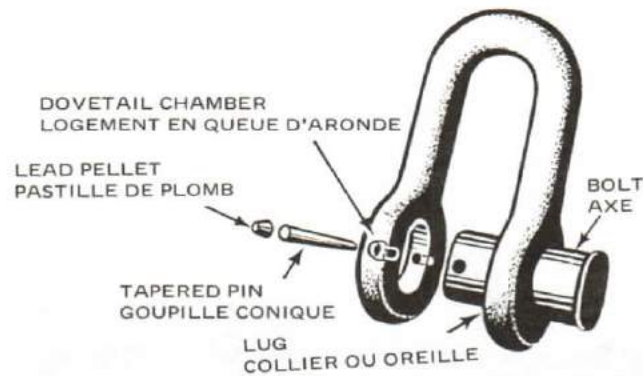

Figure 11-62
13. The lugged joining shackle is a large straight shackle whose bolt is secured by a tapered pin and lead pellet. See Figure 11-62. This pin fits into a tapered hole drilled through the bolt and one lug of the shackle. When the pin is right home a small recess called the "dovetail chamber" is left clear above the head of the pin. A tapered lead pellet is inserted, large end first, into this chamber and hammered in, thereby keeping the pin in place.
13. La manille d'assemblage à oreilles est une grande manille droite dont l'axe est fixé par une clavette conique et une pastille de plomb (voir la figure 11-62). Cette clavette s'ajuste dans une perforation conique ménagée à travers l'axe et l'une des oreilles de la manille. Lorsque la clavette est enfoncée, il subsiste une petite cavité en queue d'aronde au sommet qui reçoit une pastille de plomb conique qu'on enfonce par la partie la plus large. Elle est ensuite écrasée au marteau et elle empêche la clavette de s'échapper.